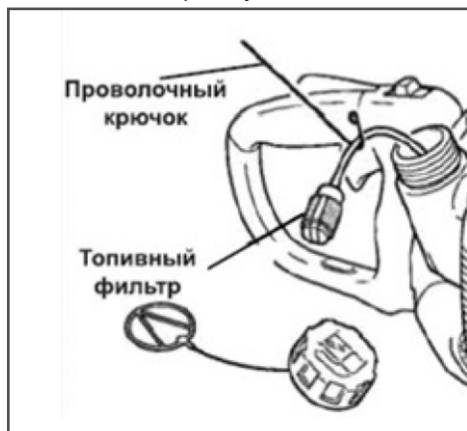

Рис. 9 Обслуживание топливного фильтра
2. Согните кусок мягкого провода в виде небольшого крючка (Рис.9).